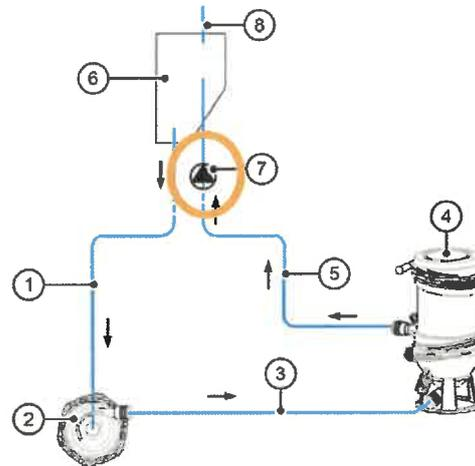

Abb. 1
dass das am Primingbeutel montierte Einwegventil (Bild 1), mit dem der Kreislauf mit Priming Lösung befüllt werden kann, irrtümlicherweise falsch herum montiert wurde.
1. Halten Sie einen sterilen 3/8x3/8-Konnektor bereit (Abbildung 1)
- 1) Entfernen Sie die Kabelbinder mit einer Metall Klemme (Abbildung 1, Abbildung 2 und Abbildung 3)
- 1) Trennen Sie die beiden Schnellkupplungen Abbildung 1 und Abbildung 2.